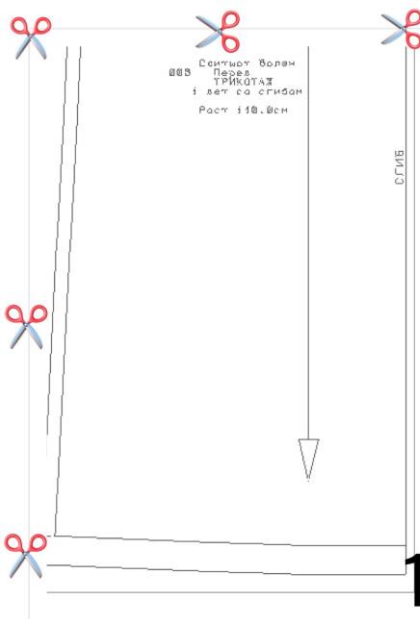

Рис. 1 – Срезать левую и верхнюю стороны рамки
5. Срежьте рамку каждого листа с двух сторон - с угла, противоположного нумерации страницы – левая и верхняя стороны (см. рис.1);